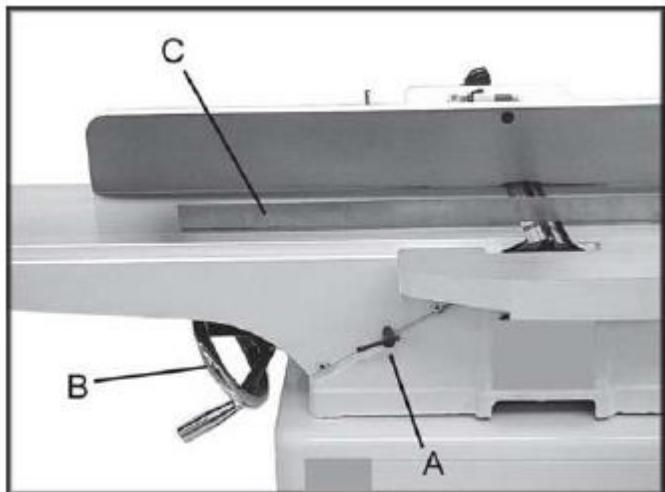

Рис. 15
1. Поставить поверочную линейку (*Рис. 15 С*) на отводящий стол через режущий вал.
3. Ослабить винт фиксации стола (*Рис. 15 А*) и поднять отводящий стол на высоту первого ножа вращением маховичка (*Рис. 15 В*). При вращении маховичка против часовой стрелки стол будет подниматься, по часовой стрелке – опускаться. Поставить поверочную линейку на стол и режущий вал (*Рис. 15 С*).